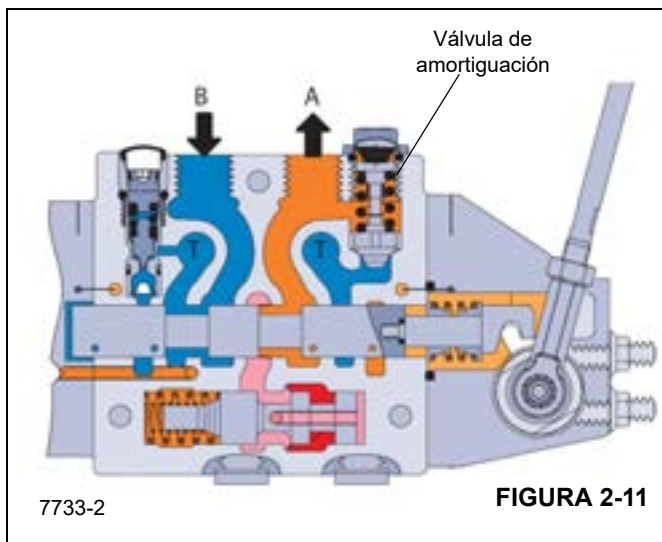

FIGURA 2-11
- Para la función de giro, consulte la Figura 2-11 con la vista en corte de la sección de la válvula genérica. Hay válvulas de amortiguación a cada lado de la sección de la válvula ubicadas de forma adyacente a cada lumbrera de trabajo (vertical).
- El ajuste de giro se debe fijar con la válvula de alivio de detección de carga (LSRV) para cada dirección porque esto es ajustable a la configuración de válvula de amortiguación que se mencionó antes. Estas válvulas de alivio de detección de carga se ubican debajo de los tapones redondos de plástico negro ubicados a cada lado de la sección adyacente a las válvulas de amortiguación, como se muestra en la Figura 2-11 y la Figura 2-12.